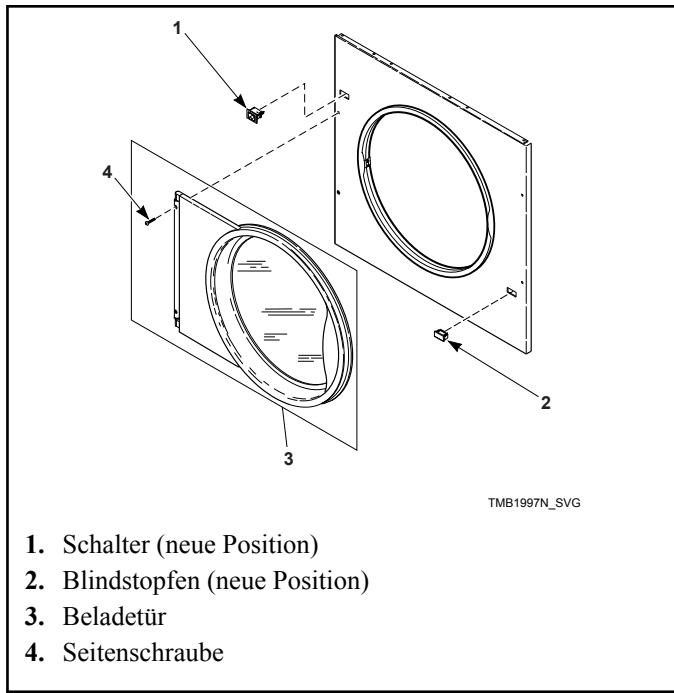

Abbildung 13
9. Das Bedienfeld an der Maschine anbringen und locker mit den vier unteren Schrauben befestigen. Den Türschalter-Kabelbaum mit dem Schalter an der neuen Position verbinden. Die Beladetür installieren und die vier Bedienfeld-Seitenschrauben locker anbringen. Siehe Abbildung 13 .